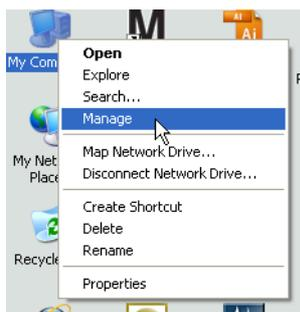

FIG. 53
- a. Fare clic con il pulsante destro sull'icona Risorse del computer sul desktop; quindi fare clic su Gestisci (FIG. 53).